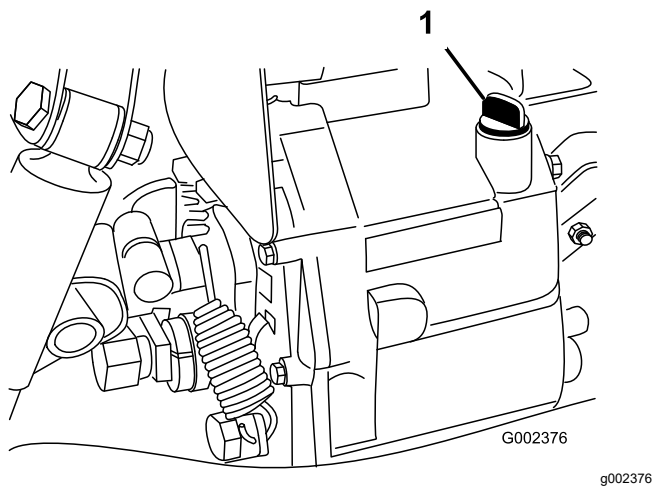

Figura 19
2. Pulite attorno all'asta di livello (Figura 19).